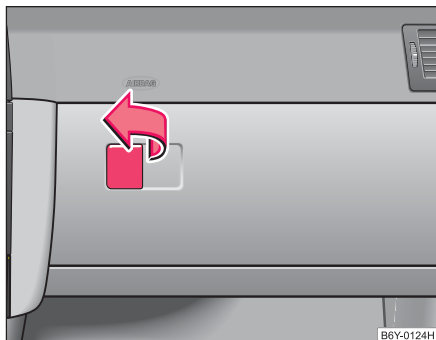

Fig. 69 Tableau de bord: Vide-poches côté passager avant
- Tirez la poignée du couvercle dans le sens de la flèche ⇒ fig. 69 et faites pivoter le couvercle vers le bas.